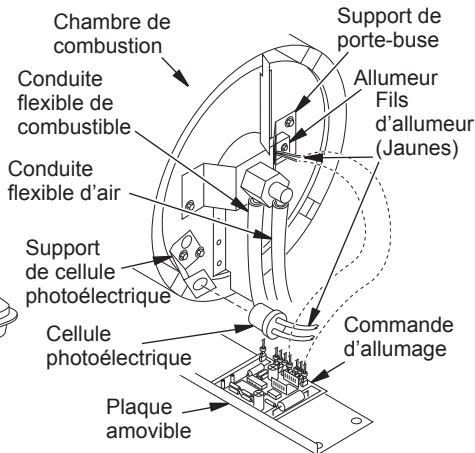

Figure 17 - Débranchement des fils de l'allumeur de la commande d'allumage
4. Débranchez les fils de l'allumeur (jaunes) de la commande d'allumage (voir Figure 17). Tirez les fils de l'allumeur vers le haut par le trou du boîtier.
5. Débranchez les conduites flexibles de combustible et d'air. Enlevez la cellule photoélectrique de son support (voir Figure 17).
11. Ramenez les fils de l'allumeur vers le bas par le trou du boîtier. Branchez les fils à la commande d'allumage (voir Figure 17).